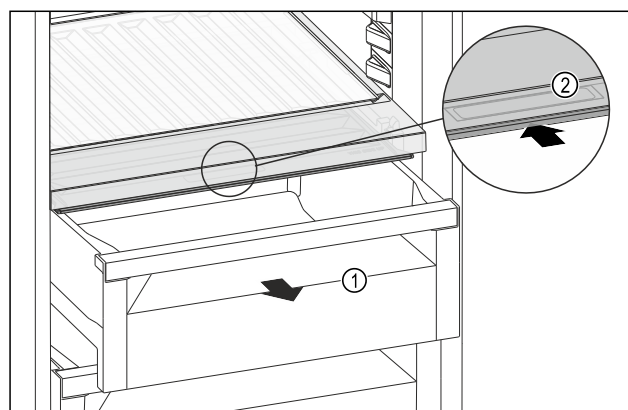

Fig. 104
- Estrarre il cassetto Fig. 104 (1).
- Afferrare la maniglia incassata Fig. 104 (2) sul coperchio dello scomparto e spingere allo stesso tempo all'indietro il coperchio dello scomparto.